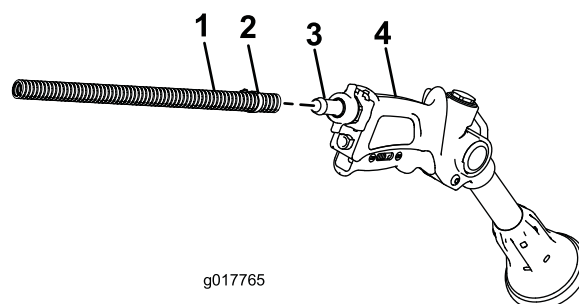

Figura 18
2. Conecte el extremo libre de la manguera larga al acoplamiento de la pistola de pulverización (Figura 18).